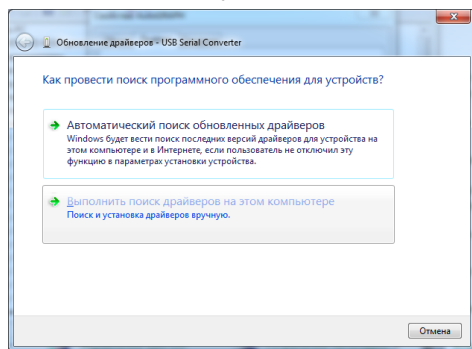

Рис.1.
5. Выберите пункт «Выполнить поиск драйверов на этом компьютере» (рис.1).